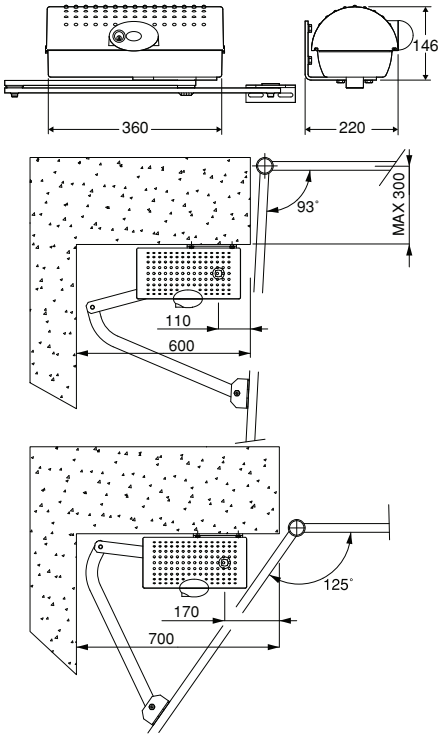
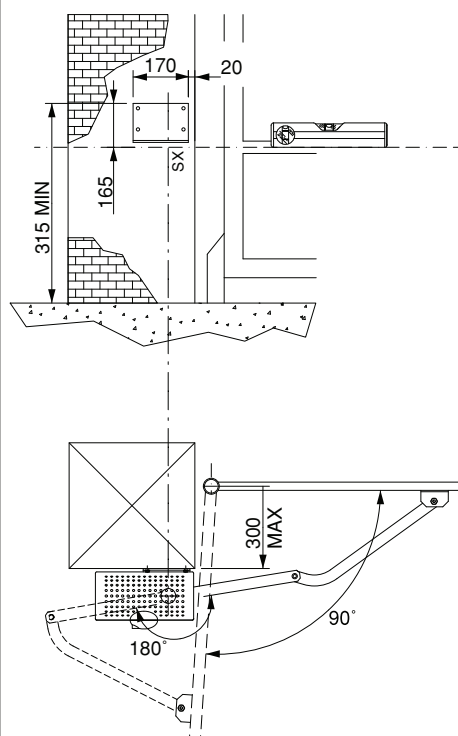

Fig. 2
Fig. 3
- Que a estrutura do portão seja suficientemente robusta e rígida. A posição de fixação deve ser determinada em função da estrutura da folha. Em todo caso, o accionador deve empurrar a folha num ponto reforçado (fig.2).
5) FIXAÇÃO DA PLACA DE SUPORTE (Fig.2)
O accionador é fornecido completo de braçadeira de fixação e braço de alavancas. Uma vez identificado o ponto de reforço da folha, com o portão fechado, trace uma linha horizontal imaginária desde o centro do reforço até ao pilar (fig.2). Posicione a braçadeira de ancoragem respeitando as medidas de fig.2 para aberturas até 90° ou, como na fig. 3 para aberturas superiores a 90° até um máx. de 125°.